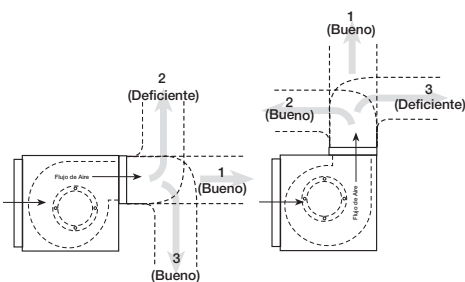

Figura 9 — Instalación de la Red de Conductos
- La instalación de la red de conductos es fundamental para el rendimiento del ventilador, como se muestra en la Figura 9. Se recomienda la red de conductos rectos (1) o la red de conductos que va en la misma dirección de la rueda (2). La red de conductos que va en la dirección opuesta a la de la rueda (3) provocará turbulencia y contrapresión, lo que dará un rendimiento deficiente.